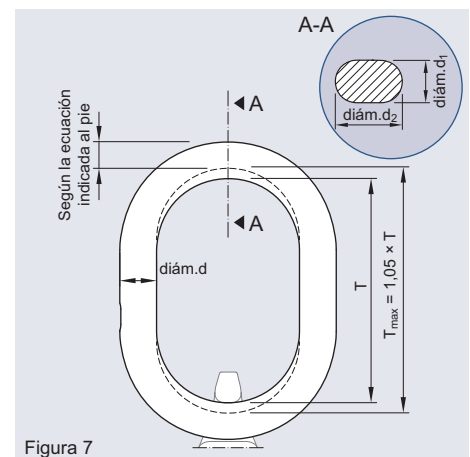

Figura 7
- alargamiento causado por sobrecarga (Figura 7 y Tabla 6)
Además, se deberá observar durante la inspección el diámetro de la anilla de elevación. El estado de sustitución para esta pieza se alcanza si el diámetro de la anilla de elevación tiene una disminución del 10% (Figura 7 y Tabla 6).